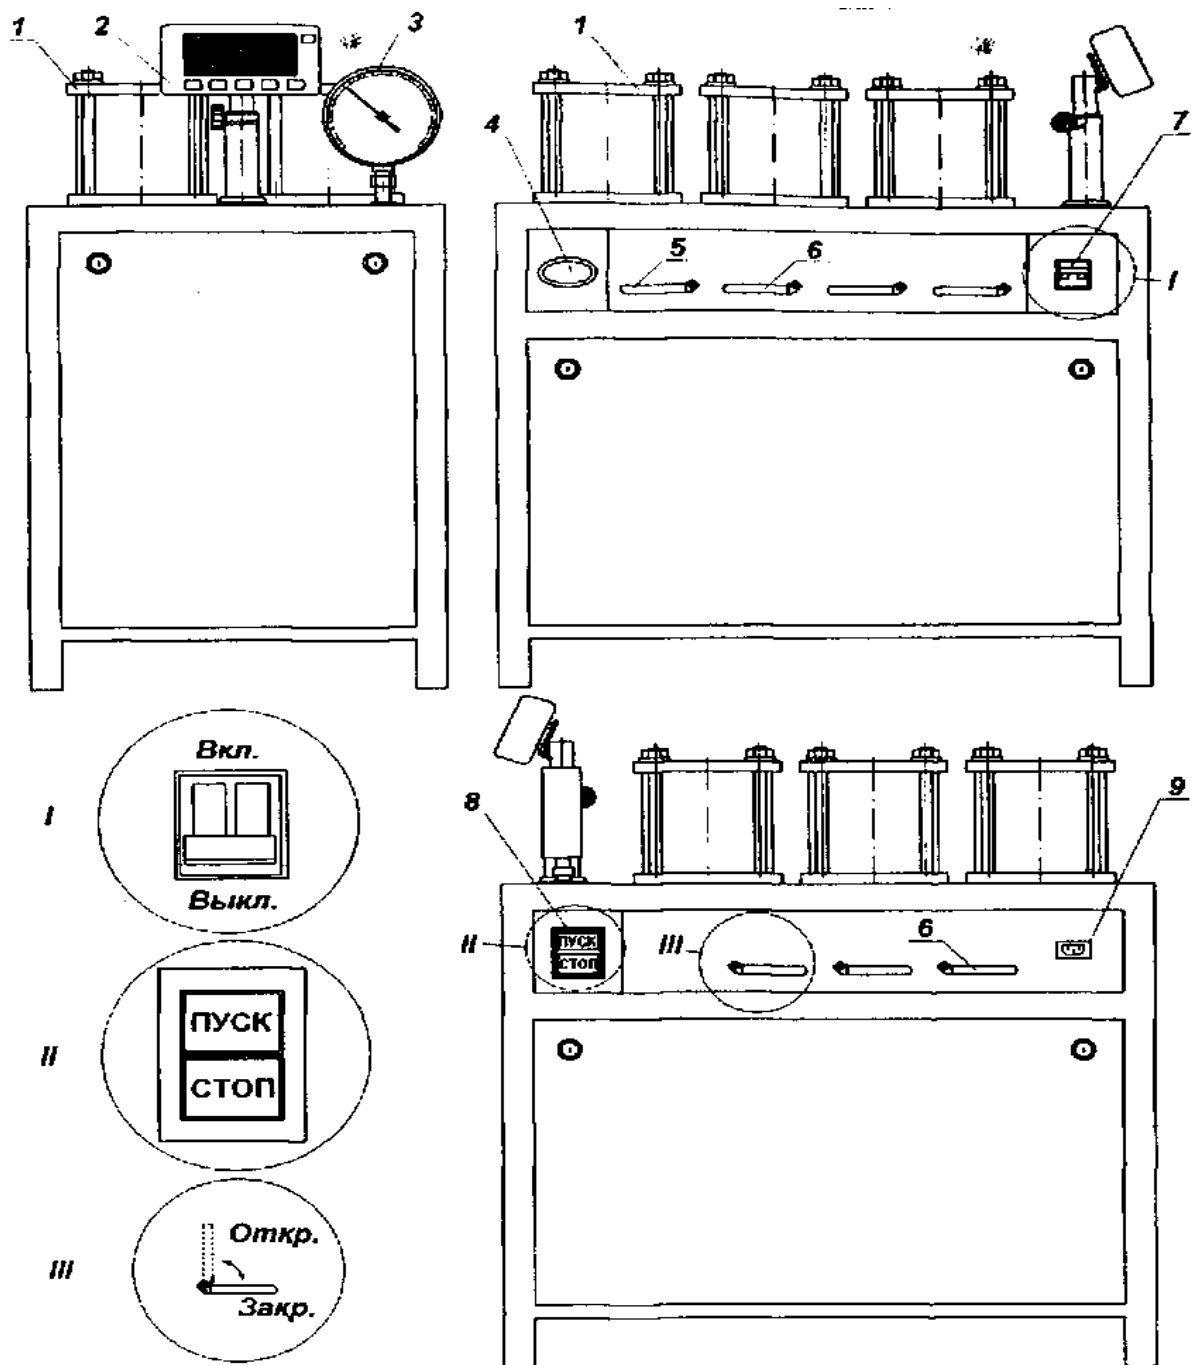

Рис. 1. Схема установки для испытания бетона на водонепроницаемость УВБ-МГ4:
3.1.1. Установка УВБ-МГ4 предназначена для испытания бетона на водонепроницаемость по методике, изложенной в ГОСТ 12730.5. Схема установки приведена на рис. 1.
3.2.1. Конструктивно установка представляет собой сварной каркасный стол с установленными на нем в два ряда шестью испытательными камерами. Внутри стола установлены: расходный бак воды, гидроаккумулятор, водяной насос с электроприводом. На боковых панелях стола смонтированы запорные вентили, автоматический выключатель, кнопки «Пуск», «Стоп» и заливная горловина. На верхней панели стола имеется штуцер для подключения манометра. На выдвижной стойке расположен блок управления (рис.1).